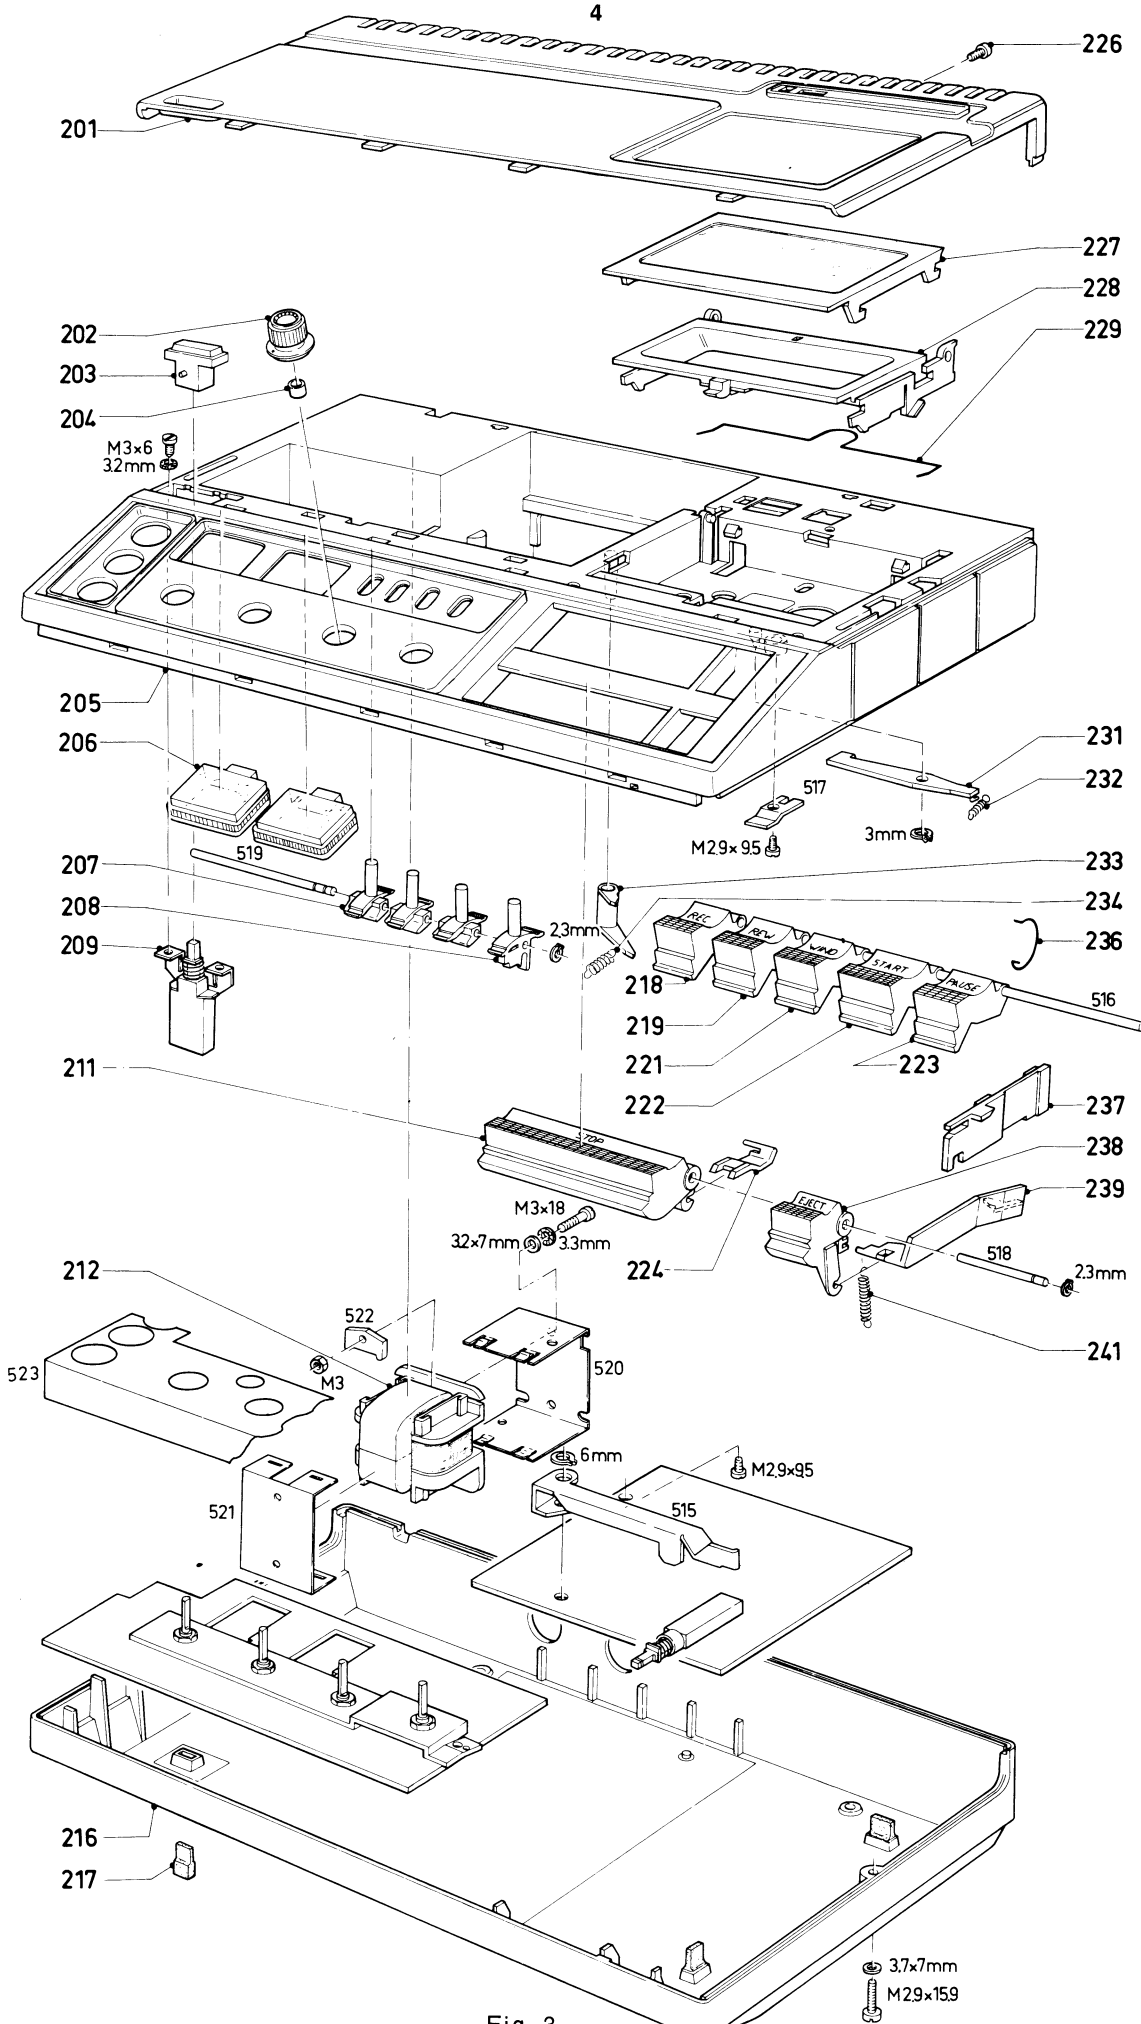

Fig. 3
I. Entfernen der Zierkappe - Pos. 201 (Abb. 3)
Die Sicherungen sind zugänglich, nachdem Zierkappe 201 entfernt wurde (Abb. 3).